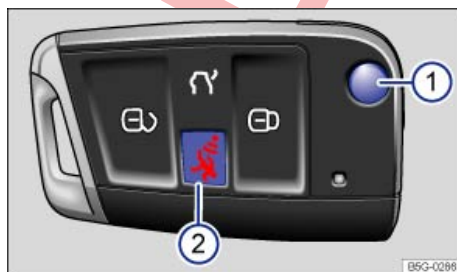

Fig. 58 Llave del vehículo con tecla de alarma.
El paletón de la llave se desbloquea y se despliega pulsando el botón ⇒ fig. 57 ① o ⇒ fig. 58 ①.
Si se pulsan las teclas de la llave del vehículo ⇒ fig. 57 o ⇒ fig. 58 o una de las teclas del cierre centralizado ⇒ página 131 varias veces muy seguidas, el cierre centralizado se desconecta brevemente a modo de protección contra sobrecarga. El vehículo está entonces desbloqueado. En caso necesario habrá que bloquearlo.